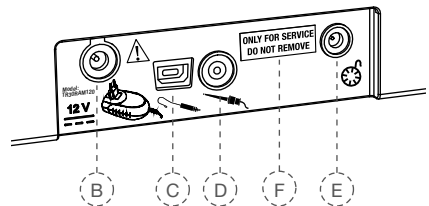

Fig. 3 Tilslutninger bagside
Via USB-porten (fig. 3, F) kan der foretages softwareopdateringer og/eller vedligeholdelse. Denne tilslutning må kun anvendes af autoriseret servicepersonale og er ved levering forsynet med en etiket med påskriften "ONLY FOR SERVICE DO NOT REMOVE" (Kun til service - må ikke fjernes). Etiketten må kun fjernes af servicepersonale.
3. Slut netdelens kabel til i tilslutningsbøsningen (fig. 3, B) på apparatets bagside.
8. Sæt fodkontaktkablet i tilslutningsbøsningen (fig. 3, E) på styreenhedens bagside.
10. Slut læbeklemmekablets stik til i tilslutningsbøsningen (fig. 3, C) på styreenhedens bagside.
12. Slut filklemmekablets stik til i tilslutningsbøsningen (fig. 3, D) på styreenhedens bagside.